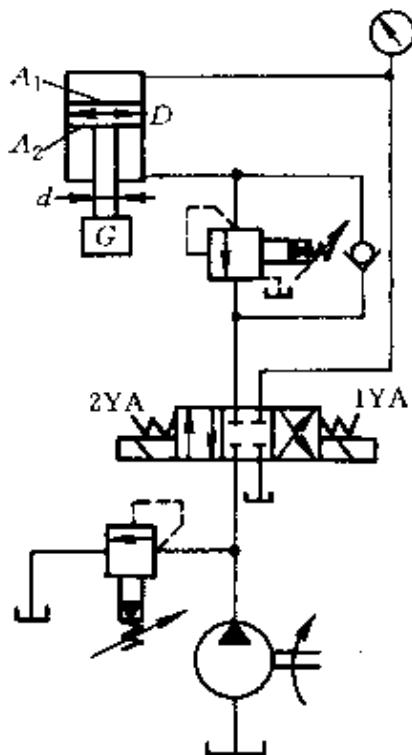

图 7-37 题 7-44 例 3 附图
**例 3** 在图 7-37 中，已知滑块和活塞总重力  $G=25\text{kN}$ ，活塞直径  $D=20\text{cm}$ ，活塞杆直径  $d=5\text{cm}$ ，顺序阀的调整压力  $p_x=3\text{MPa}$ ，求滑块是否因自重而下滑？当 1YA 通电，滑块空程下移时，压力计读数为多少？(不计摩擦阻力)